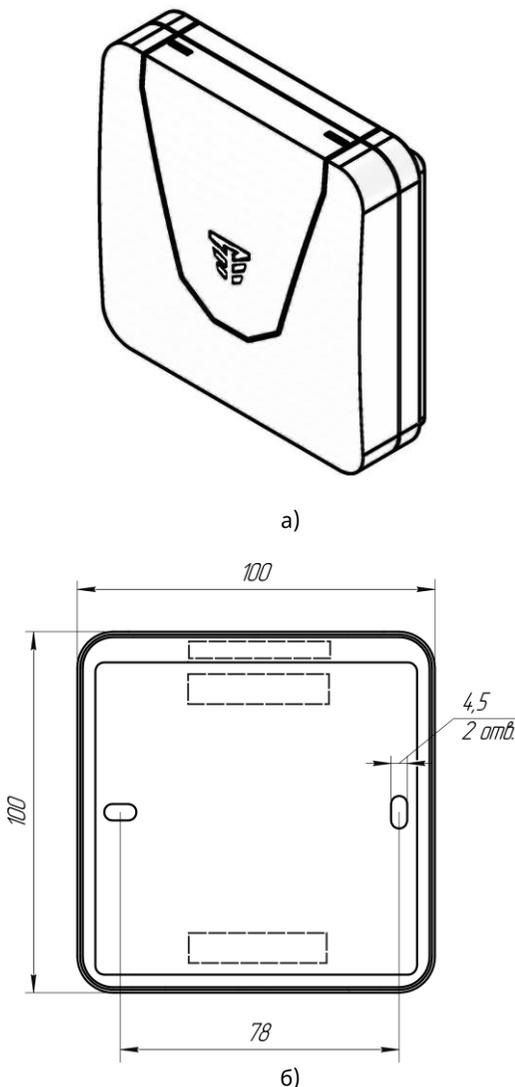

Рисунок 1 – Зовнішній вигляд (а) та установочні розміри (б) модуля МРЛ-2.1 ВОХ.
2.7 Зовнішній вигляд модуля наведено на рис. 1 а).
Конструкція модуля забезпечує його настінне розміщення. На основі корпусу є два отвори для шурупів, що фіксують модуль на стіні (рисунок 1 б).